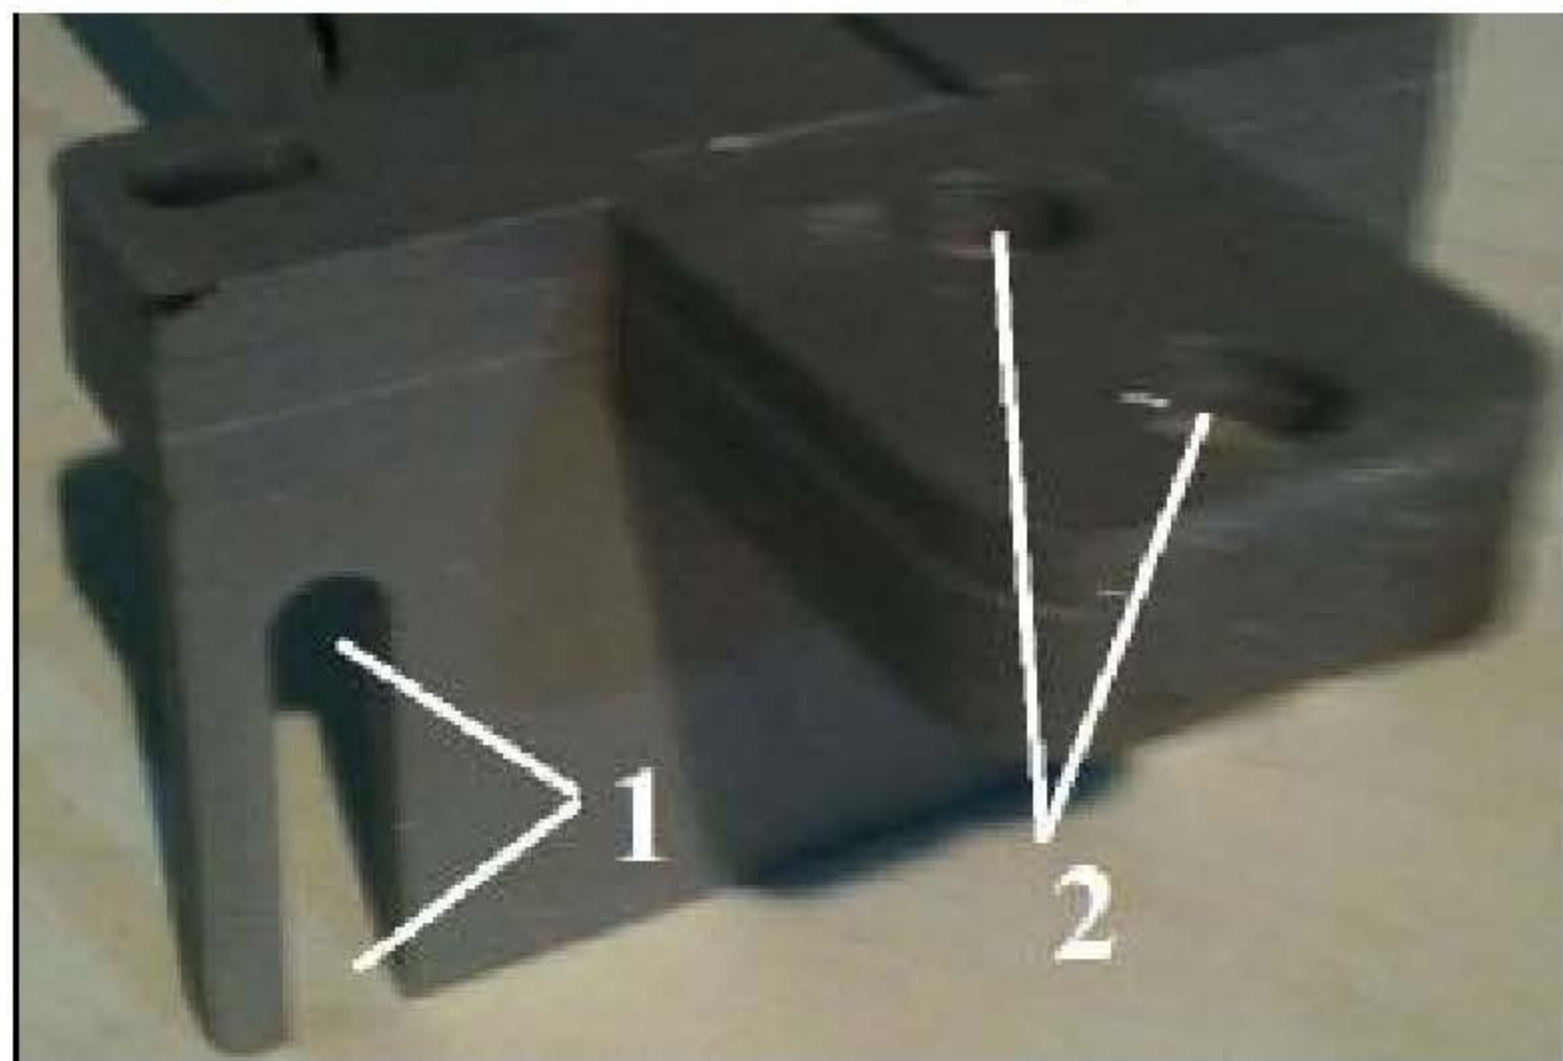

Рис. 4
Затяжку начинать с боковых винтов (1), затем затягивать верхние винты (2). См. рис. 4.